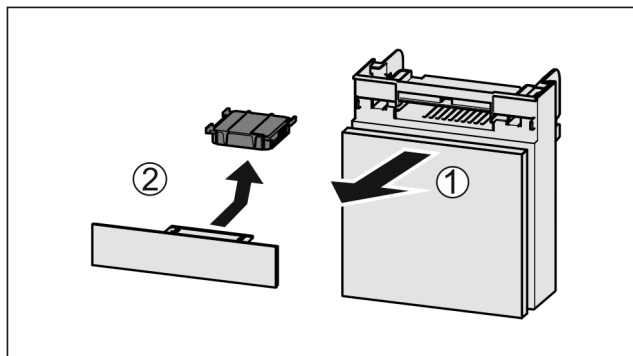

Fig. 165
- Estrarre il vano tirando in avanti Fig. 165 (1).
- Rimuovere il filtro a carboni attivi Fig. 165 (2).